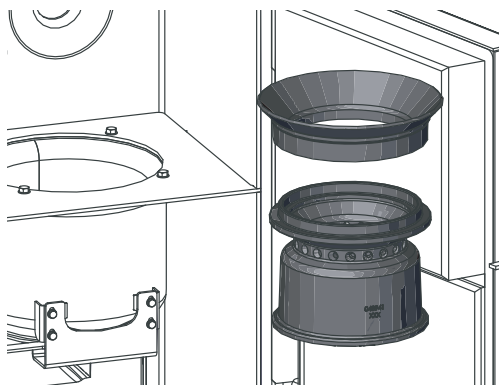

Fig. 53 Estrarre il cono
- ▶ Estrarre il cono parte superiore e il cono parte inferiore dal corpo caldaia – Fig. 53.